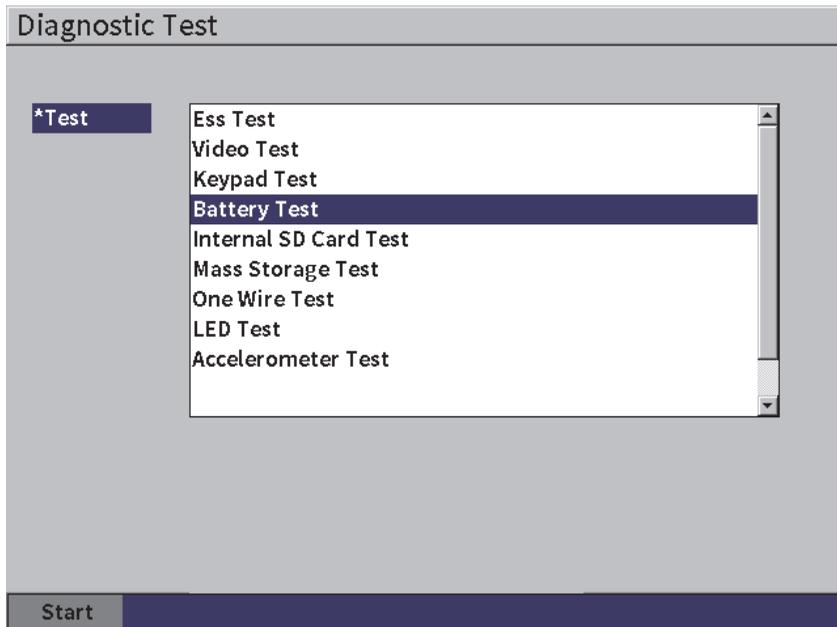

図 5-15 診断テスト設定ページ
1. **診断テストアイコン** () を選択して**診断テスト設定ページ**を開きます (79 ページの図 5-15 参照)。